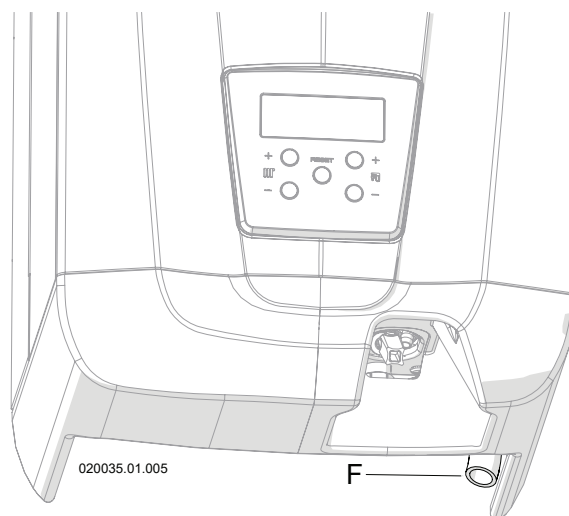
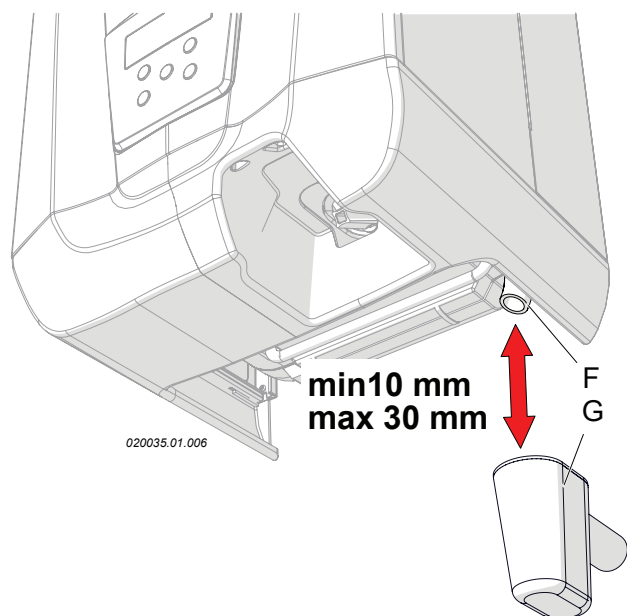

Figura 5-6 - Tubo di scarico condensa
Figura 5-7 - Imbuto sifonato (a richiesta)
**ATTENZIONE!!!** Tale terminazione deve essere convogliata in un ulteriore sifone anti odori (Figura 5-7 particolare "G") in modo da prevenire il ritorno di cattivi odori in ambiente (il sifone anti odori "G" è fornito su richiesta).
L'apparecchio è protetto contro le sovrappressioni da una valvola di sicurezza tarata a 3 bar (particolare "19" Figura 3-1). Lo scarico della valvola di sicurezza è convogliato nel tubo "F" (Figura 5-6) che deve poi essere portato al sifone antidiodori (particolare "G" Figura 5-7). Tale scarico con sifone è atto ad evitare sovrappressioni in caso di apertura della valvola e da modo all'utente di verificarne l'eventuale intervento. Il sifone antidiodori "G" (Figura 5-7) è fornito su richiesta.